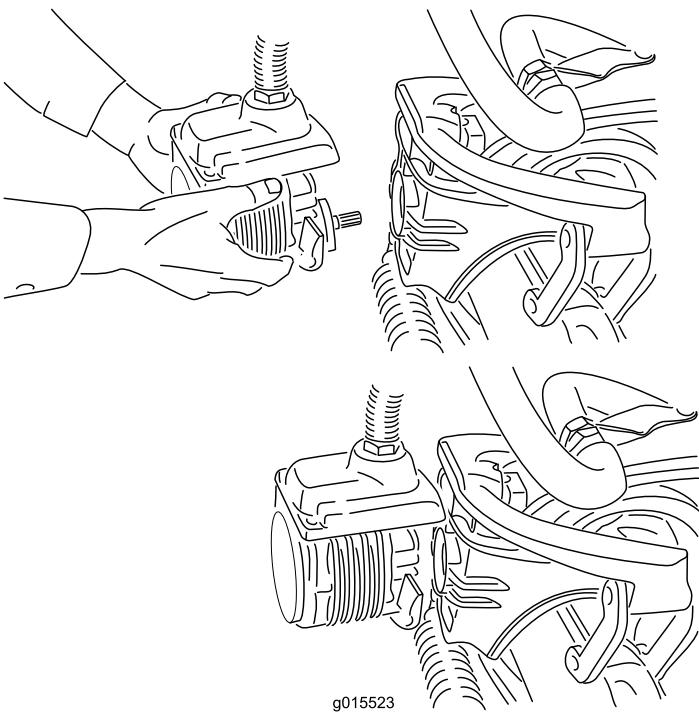

図 37
- 外したモータは、サスペンション・アームの前部にある一時保管位置にセットしておく（図 37）。